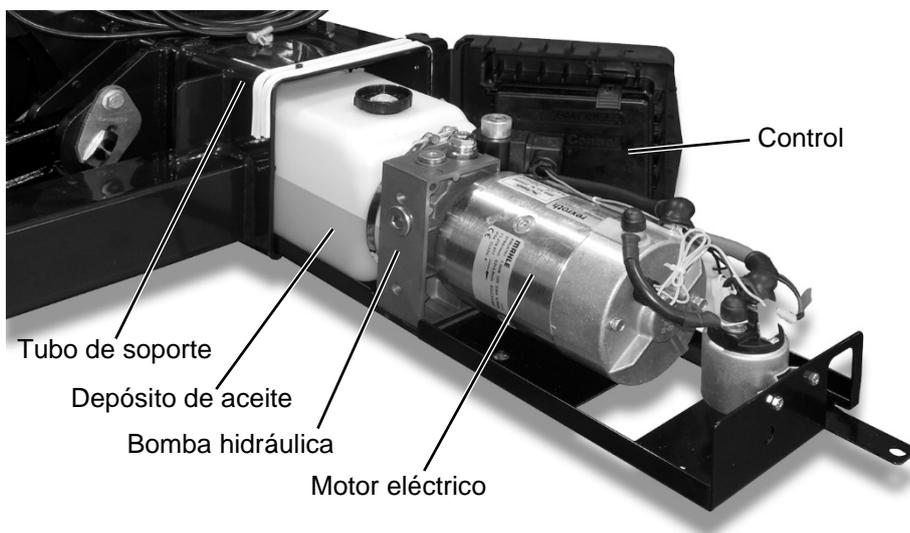

Figura 49: Grupo hidráulico
- ▶ Extraiga el grupo hidráulico hasta que se vea el nivel de aceite en el depósito de aceite (véase Figura 49).